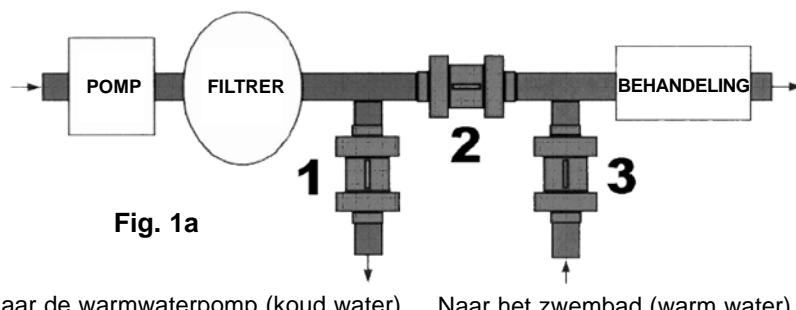

Fig. 1a
- Open de kleppen nr. 1, 2 en 3 op het maximum (Fig. 1a).
- Indien nodig moet het debiet worden bijgesteld met de klep 3 (Fig. 1a)
Isoleer de pomp van het hydraulische circuit van het zwembad door **klep 1 en 3 te sluiten (fig. 1a)** en **klep 2 (Fig. 1a)** tot het maximum te openen.